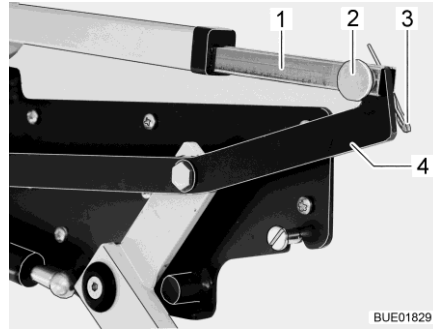

Fig. 143 Azionamento del letto basculante
- Separare il collegamento tra biella (Fig. 143,1) e leva (Fig. 143,4). A tale scopo, estrarre la copiglia (Fig. 143,3) e il perno (Fig. 143,2).